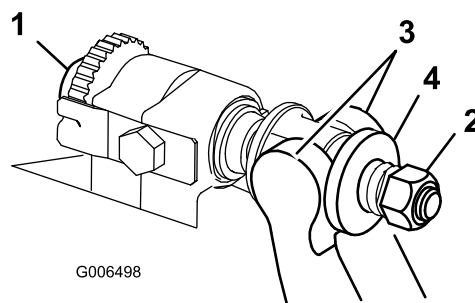

Рисунок 24
1. Поверните регулирующие ручки планки неподвижного ножа против часовой стрелки, чтобы отвести неподвижный нож от барабана (Рисунок 24).
2. Отверните гайку затяжки пружины, чтобы ослабить давление шайбы на планку неподвижного ножа (Рисунок 24).